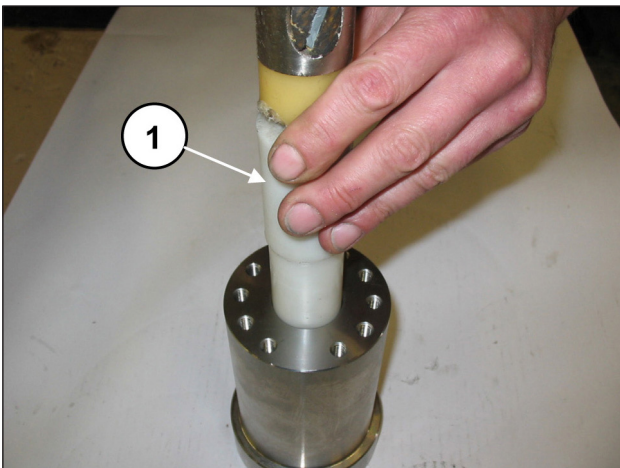
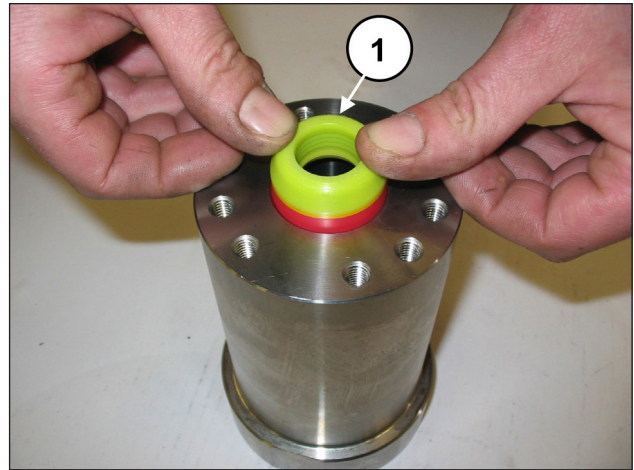
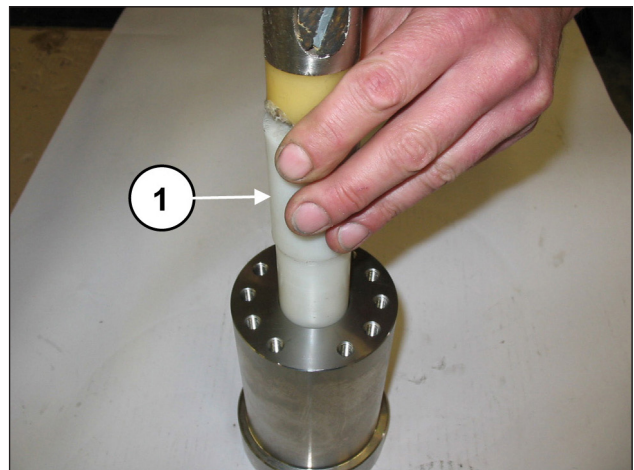

Abb. 117
Abb. 118
Abb. 119
**Verwenden Sie für die korrekte axiale Ausrichtung das entsprechende Werkzeug (Art. 27921100 für SM14, Art. 27921200 für SM16, Art. 27921300 für SM18, Art. 27911200 für SM20, Art. 27911400 für SM22 und Art. 27911500 für SM24 (Pos. ①, Abb. 117 und Abb. 118).**
Setzen Sie das HD-Dichtungspaket (Hochdruck) (Pos. ①, Abb. 118) ein; verwenden Sie aufgrund des leichten Übermaßes zwischen Dichtung und Buchse zur Vermeidung von Schäden das entsprechende Werkzeug (Art. 27673200 für SM14, SM16 und SM18, Art. 27673300 für SM20, SM22 und SM24) (Pos. ①, Abb. 119).